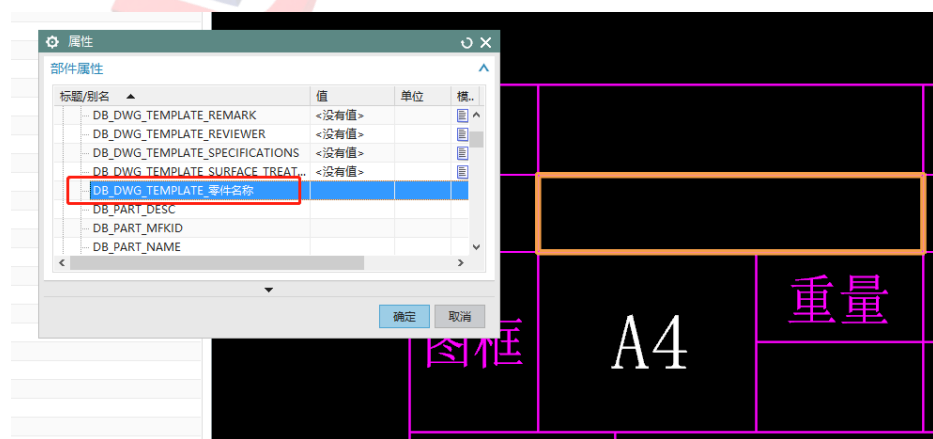

图 6
STEP3, 将部件属性插入到标题栏的相应位置，如图 6 所示